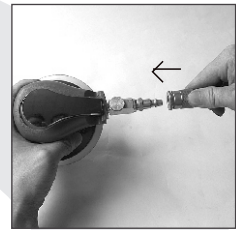

Рис. 2
5. Удалите транспортировочную пробку с входного воздушного соединения (если таковая установлена), подсоедините воздушный шланг к инструменту при помощи соединений (см. рис. 2). Установите давление в магистрали 6 Bar.